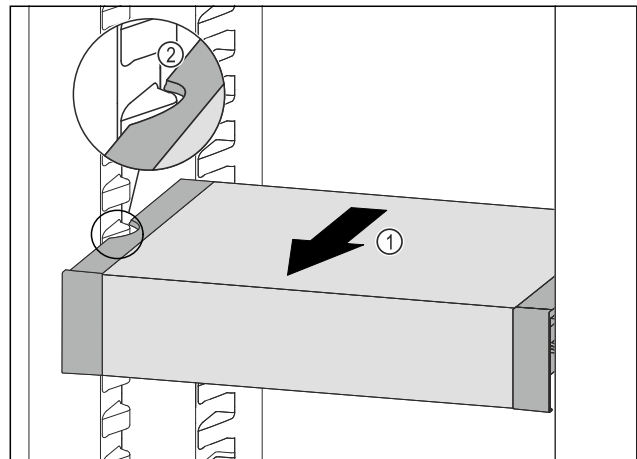

Fig. 167
- ▶ VarioSafe naar voren trekken Fig. 167 (1), tot de uitsparingen aan de zijkant van de VarioSafe zich ter hoogte van de rib in het koelgedeelte bevinden. Fig. 167 (2)